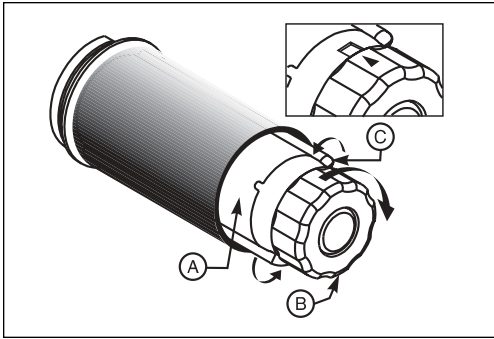

图9
5. 在把色带卷绕在「色带拾取轴」上之前，请确认旋钮上的箭头与内陷凹槽对齐(参照图9的插图)。
参照图9。